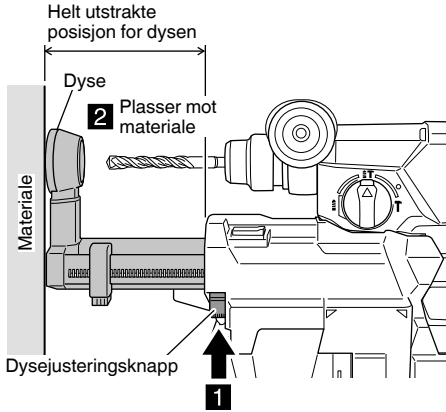

Fig. 5
- (1) Trykk på dyseposisjonsjusteringstasten for å sikre at dysen er helt utstrakt. (Fig. 5)
- (2) Mens du holder verktøyet på en måte som gjør at bryteren ikke presses, plasserer du dysen mot materialet som skal bores. (Fig. 5)